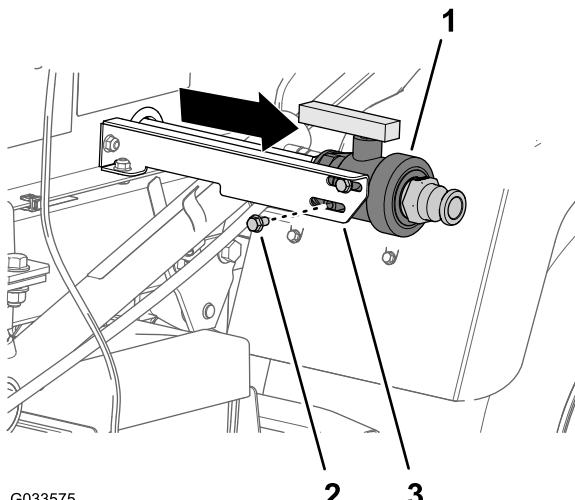

図 14
3. ドレンバルブ用ブラケットにドレンバルブを仮組み付けする図 14ステップ2で外したフランジヘッドボルト5/16 x  $\frac{5}{8}$ " 2本を使用する。
4. ドレンバルブを、ブラケットのスロットの一番外側まで移動させ、フランジヘッドボルト2本を手締めする図 14。